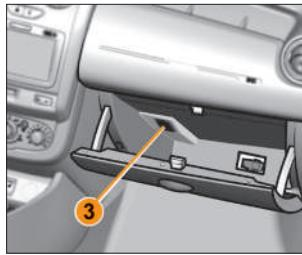

Рис. 4.5.3. Плафон освещения
*В вариантом исполнении* вещевой ящик освещается плафоном 3 (рис. 4.5.3).